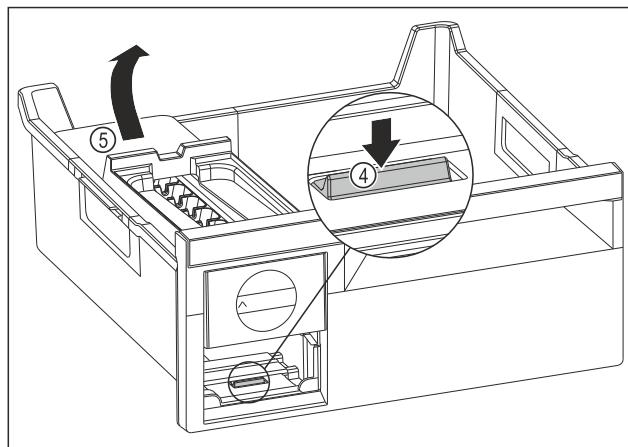

Fig. 96
- Вийняти корпус EasyTwist-Ice: натиснути накладку Fig. 96 (4) пальцем вниз і одночасно підняти корпус EasyTwist-Ice Fig. 96 (5) ззаду іншою рукою.